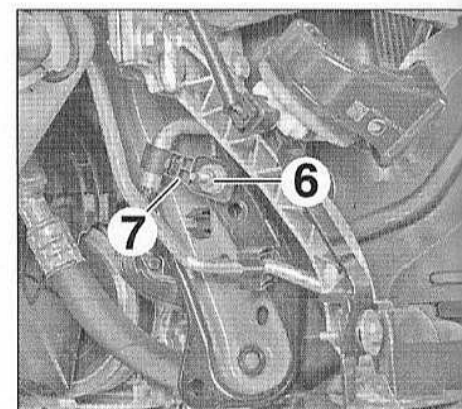
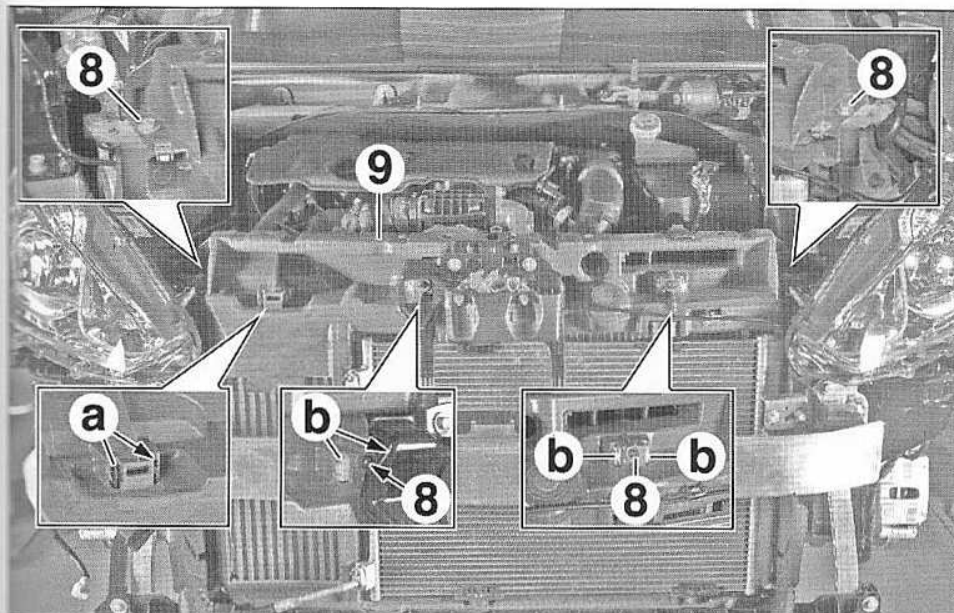

FIG.85
FIG.86
- Déposer (Fig.85) :
- l'écrou (6),
- le support (7).
- A l'aide d'une pince, libérer la bride de maintien de l'échangeur air/air en (a) (Fig.86).
- Déposer les vis (8).
- Soulever et dégager la face avant (9) vers l'avant.